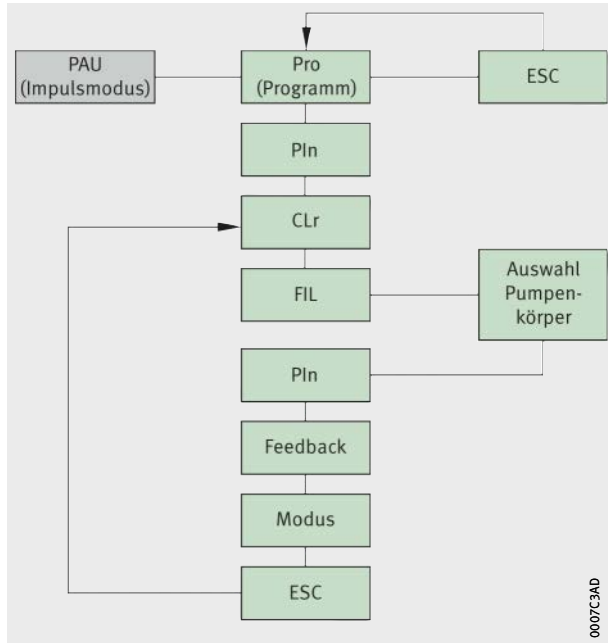

Bild 16
- Impulssteuerung durch den Anschluss einer externen Steuerung, *Bild 16*, Seite 26.